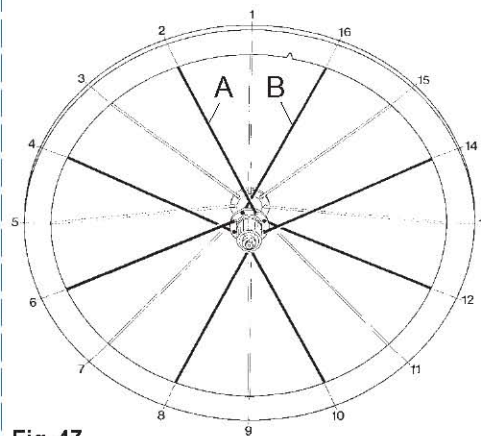

Fig. 47
- Proceed with installation on the free-wheel side, with the spokes oriented and crossed over as shown in figure 47.
- Nun die Speichen auf der Seite des Freilaufkörpers montieren und diese wie in Abbildung 47 ausrichten und kreuzen.
- Procédez au montage du côté roue libre, avec les rayons tournés et croisés comme l'indique la figure 47.